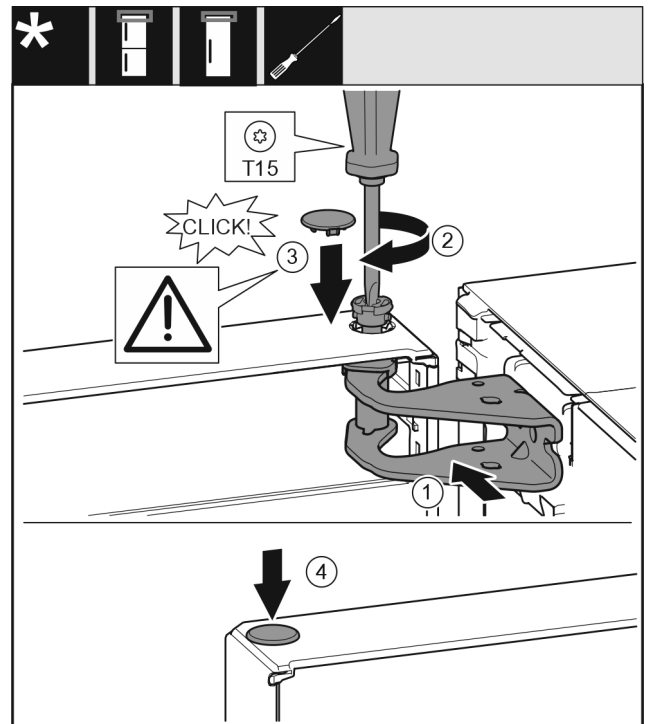

Fig. 19
- ▶ Nolīmeņojiet durvju augšdaļu pret atveri gultņa balstā. Fig. 19 (1)
- ▶ Ievietojiet tapu un pieskrūvējiet ar skrūvgriezi T15. Fig. 19 (2)
- ▶ Uzmontējiet aiztura pārsegu, lai nostiprinātu durvis: ievietojiet aiztura pārsegu un pārbaudiet, vai tas balstās uz durvīm. Ievietojiet pilnīgi tapu pretējā gadījumā. Fig. 19 (3)
- ▶ Ievietojiet aizbāzni. Fig. 19 (4)